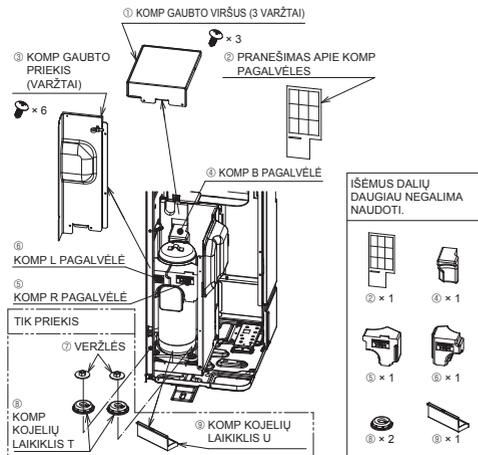

Fig. 4-1
- Prieš pradėdami naudoti įrenginį, būtinai atidėkite KOMP GAUBTO VIRŠŲ ir KOMP GAUBTO PRIEKIŲ ir išimkite KOMP fiksuojamąsias dalis. (Fig. 4-1)